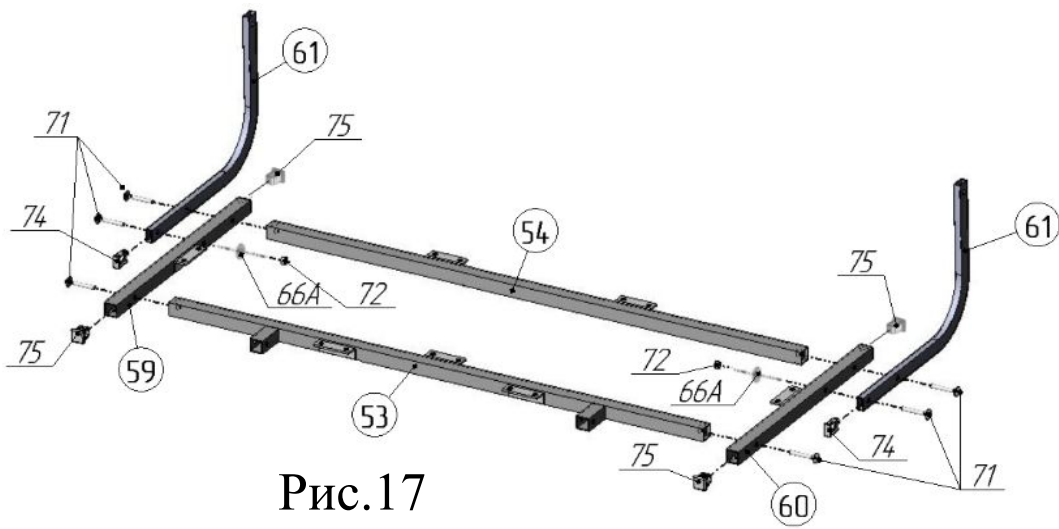

Рис.17
19. В тяги-уголки поз.61 вставить заглушки 10x20 поз.74 (рис.17). К штангам поз.53,54 присоединить штанги поз.59,60, тяги-уголки поз.61, используя винты М6х40 поз.71,
в соответствии с рисунком 17. В двух местах соединить штанги поз.59,60 с тягами-уголками поз.61, используя гайки М6 со стопорным кольцом поз.72, винты М6х40 поз. 71, шайбы Ø6х18 стальные поз.66А. В торцы штанг поз.59,60 вставить заглушки 20x20 поз.75 (рис.17).